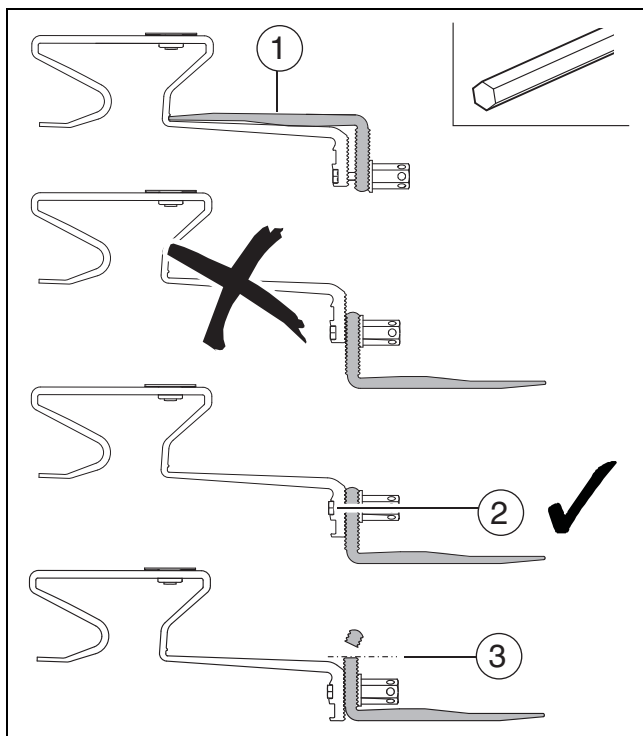

Рис. 26
- Если общая толщина черепицы и обрешётки больше 70 мм, то используйте кровельный крюк как стропильный анкер (→рис. 26).